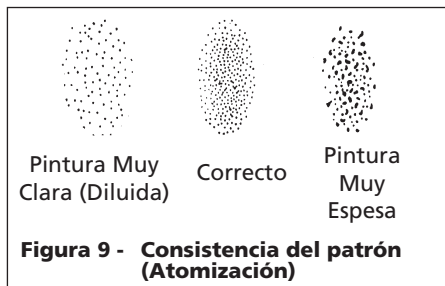

Figura 9 - Consistencia del patrón (Atomización)
4. Oprima el gatillo rápidamente mientras gira la perilla de control en sentido contrario al de las agujas del reloj. Observe el patrón en la pieza de prueba y ajuste la perilla de control de fluido hasta que obtenga el patrón (atomización) deseado (Vea la Figura 9).
5. Si el rocío es muy tosco, reduzca la presión del tanque con el regulador del tanque. Oprima el gatillo rápidamente o abra la válvula para liberar la presión y después aumente la presión poco a poco hasta alcanzar la consistencia deseada en el patrón (Vea la Figura 9).